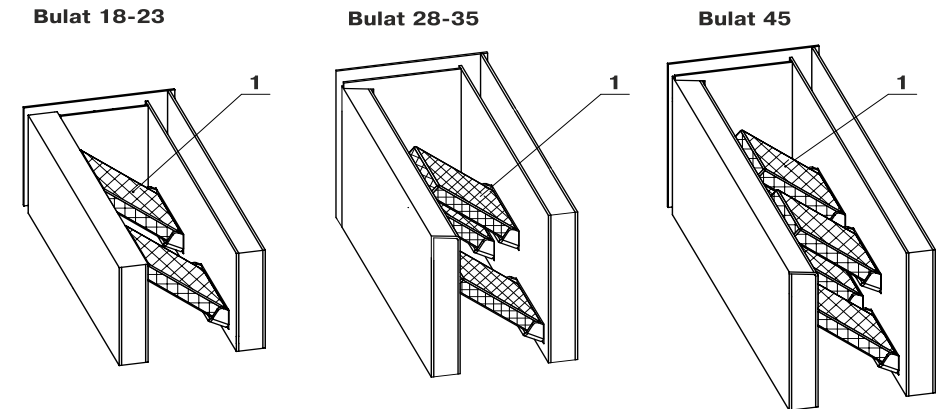

Рис.2 Схема установки шамотных кирпичей
5.2. Установка шамотных кирпичей котла показана на (Рис.2 поз.1):
8.4.1. Розжиг котла производится вручную, с использованием спичек, бумаги, дров или сухого спирта. Запрещается для ручного розжига котла использовать любые горючие жидкости. Перед розжигом убедитесь в правильности установки решетки шуровочной, колосников и шамотных элементов. (см. п.п.5.1, Рис.2 поз.1) и в том, что зольный ящик пуст.